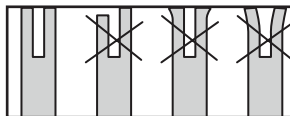

Fig. 22
5. Vérifier si la « rainure » du guide-chaîne est usée : tenir une règle (règle de précision) contre le flanc du guide-chaîne et les « plaques latérales des lames ». S'il y a un espace entre la règle et le guide-chaîne, la « rainure » du guide-chaîne est en bon état. S'il n'y a pas d'espace (si la règle est à plat contre le flanc du guide-chaîne), la rainure est usée et doit être remplacée par une rainure de même type (Fig. 22).